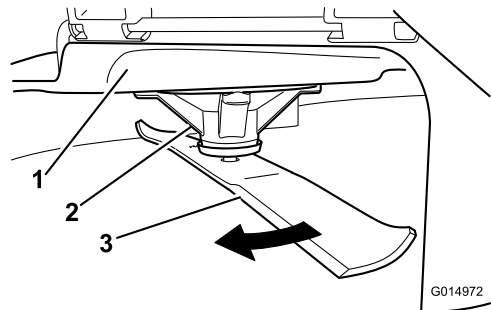

図 56
- 厚手の丈夫な手袋をはめるなどして確実に保護した手で、ブレードをゆっくり回転させ、適当な位置で、刃先から床面までの距離を測定する 図 56。